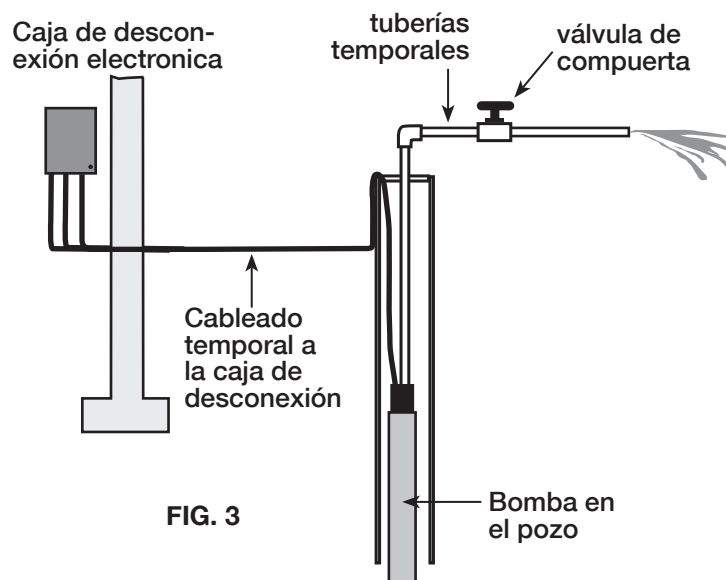

FIG. 3
1. Conectar un codo de tubería, un tramo corto de tubería y una válvula de compuerta de descarga de la bomba en boca de pozo (ver Fig. 3).
5. Conjunto válvula de compuerta en la descarga tercera abierta; arrancar la bomba (ver Fig. 3).